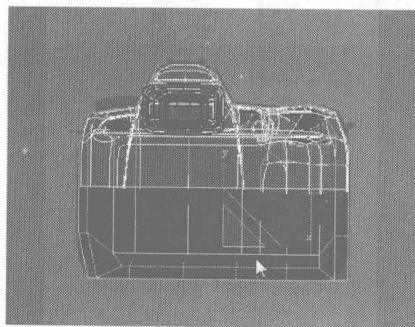

图 6.228
- 01** 在 Back 视图中框选如图 6.228 所示的面，将其隐藏，以便于以后对节点的操作。